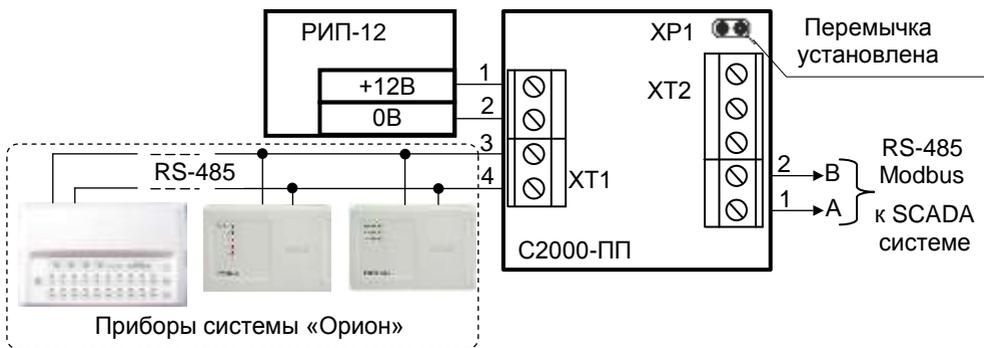

Рисунок 6. Подключение преобразователя «С2000-ПП» в режиме «Орион-Master»
4.1.8 На рис. 6 и 7 показаны схемы подключения С2000-ПП в режиме «Орион-Master» и «Орион-Slave» соответственно.
4.2.1 Подключите к клеммам ХТ2.1 и ХТ2.2 преобразователя линии А и В интерфейса RS-485 «Modbus/TD» (рис. 6 и 7) в случае, если преобразователь используется для: